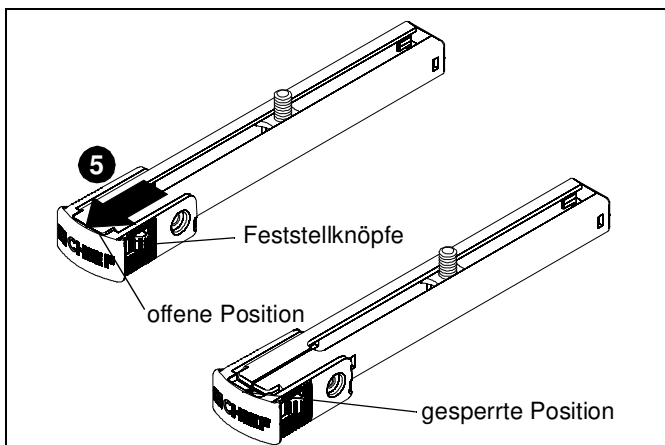

Abb. 5
5. Drücken Sie fest auf die Feststellknöpfe am SLBU/SLMU-Bein (B) und schieben Sie gleichzeitig die Clip-Abdeckung von der eingeschlossenen Schiebebalkenhalterplatte weg, bis die Clip-Abdeckung versperrt ist. (See Figure 5)